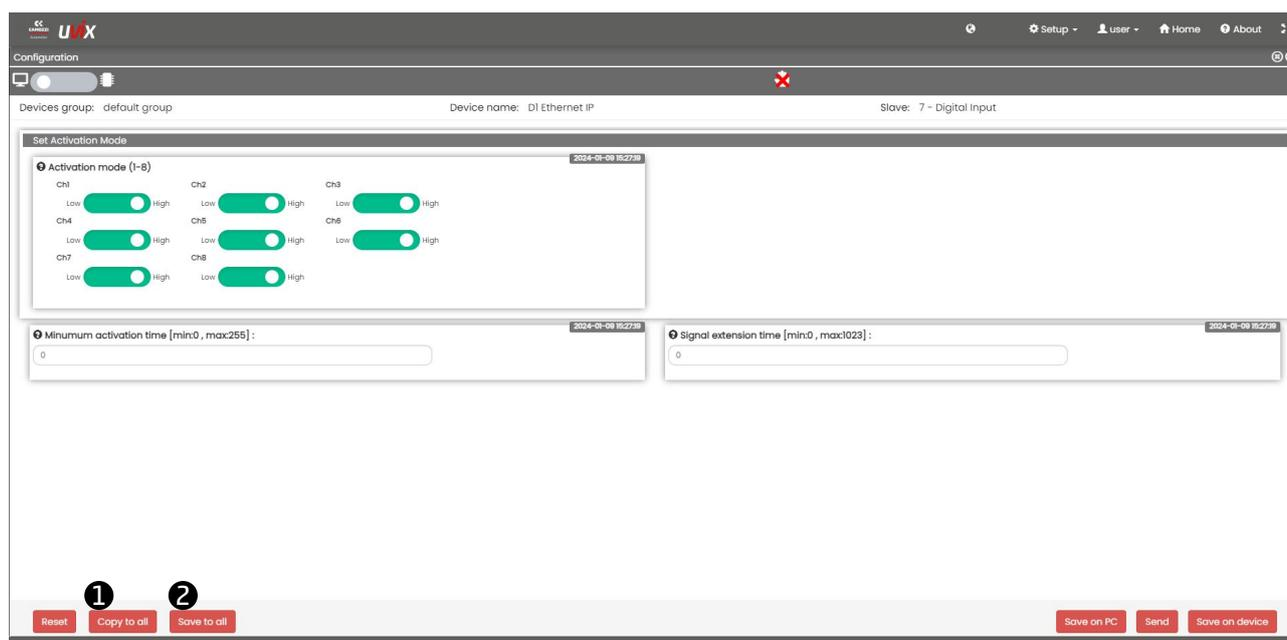

Figura 6.40: Esempio
Una volta entrati nella pagina di configurazione dello slave che si desidera copiare cliccare sul comando **1** "Copy to all" nella parte inferiore sinistra, figura 6.40.
Una volta verificate le informazioni cliccare su "Copy All" per eseguire la copia o "Close" per annullare l'operazione, infine premere sul comando ② "Save to all" in figura 6.40 per salvare permanentemente le nuove configurazioni.